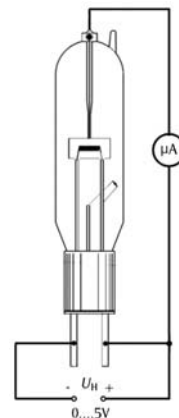

Fig. 2a Montage du circuit de démonstration de l'effet Edison à l'aide d'un multimètre
- Monter le circuit selon le schéma des fig. 2a/b. Le multimètre indique un courant (« courant d'Edison ») d'env. 85 µA. Le filament de tungstène émet des électrons à haute température. Entre l'extrémité négative du filament de chauffage et l'anode dont la positivité est supérieure de 3 V, il se forme un champ électrique qui accélère les électrons et les fait parvenir jusqu'à l'anode.